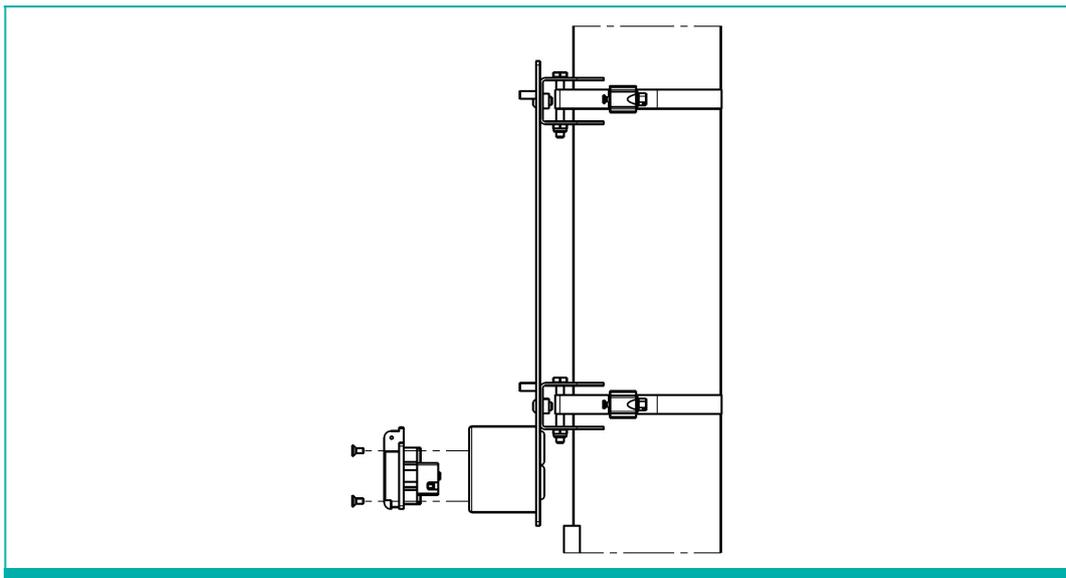

Abbildung 4-9: Befestigung der Montageplatte am Mast
- Befestigen Sie die Montageplatte mit den zwei Bandschellen in der zuvor festgelegten Höhe am Mast. Achten Sie darauf, dass die Biegeradien der Leitungen eingehalten werden (Abbildung 4-9).